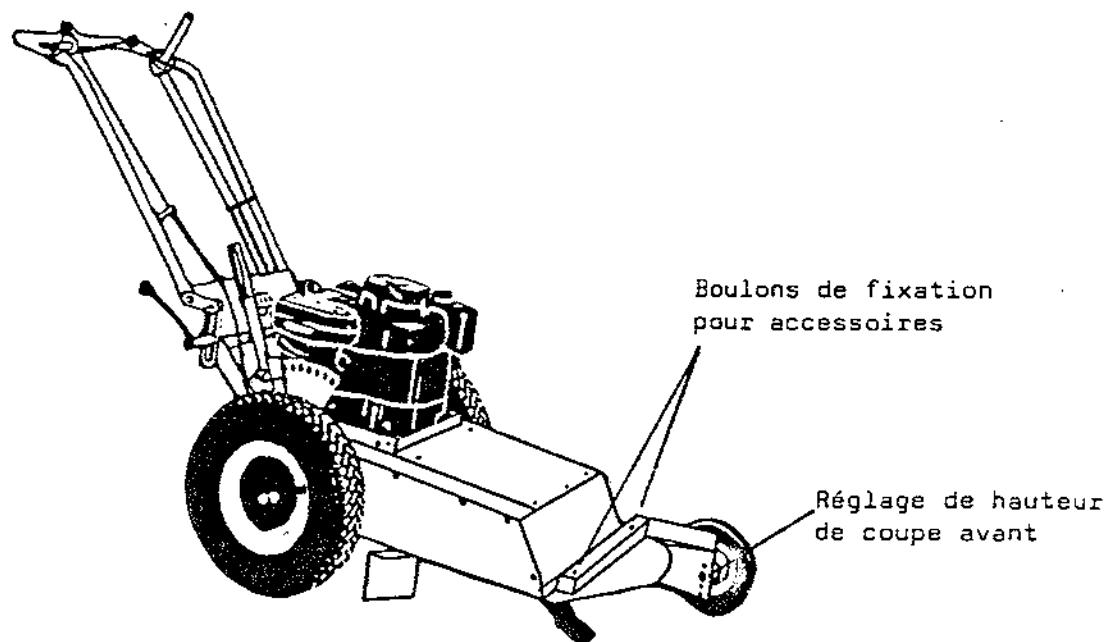

Figure 4
- C. 1 roue pivotante latérale Ø 200 mm (voir fig. 4) - système de réglage à 5 positions, par boulons, de 25 à 110 mm.
- ou - laisser le carter ouvert et monter la roue latérale gauche (fig. 4)